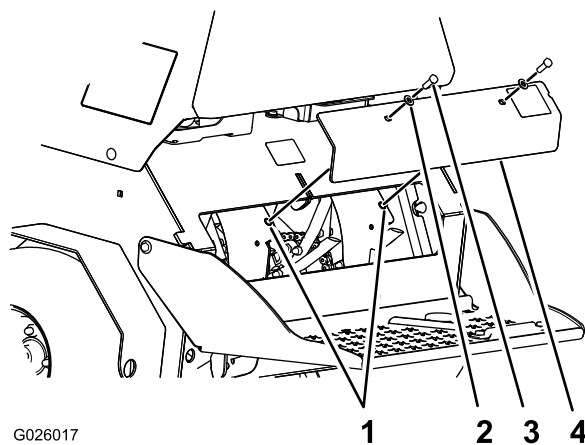

Figura 61
3. Retire los 2 pernos ($\frac{3}{8}$ " x 1") y las 2 arandelas ($\frac{3}{8}$ ") que sujetan el panel de la cubierta trasera al chasis, y retire el panel (Figura 61).
6. Alinee los orificios del panel de la cubierta trasera con los orificios del chasis (Figura 61).
7. Sujete el panel de la cubierta al chasis con los 2 pernos y las 2 arandelas (Figura 61) que retiró en el paso 3, y apriete los pernos a 37-45 N·m (27-33 pulgadas-libra).